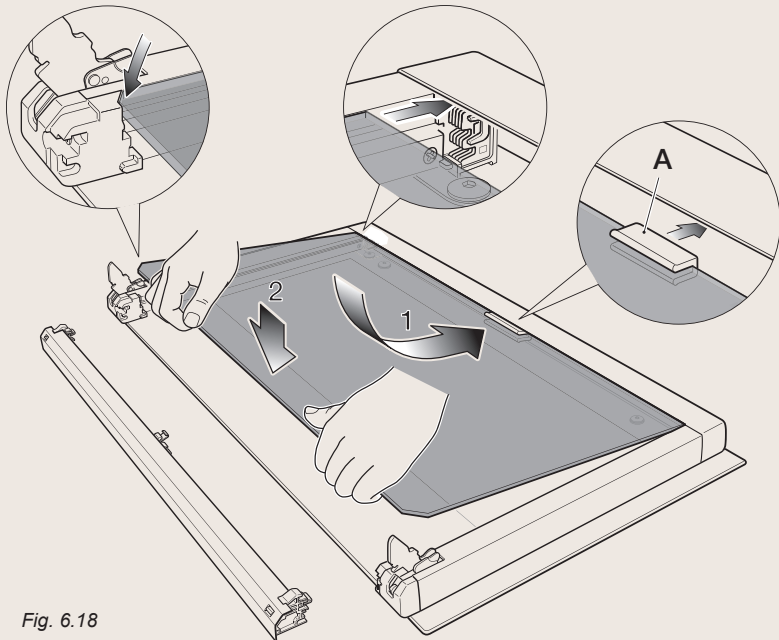

Fig. 6.18
- * Vous vérifiez que le joint "A" est bien en place (fig. 6.18). Sinon, placer correctement le joint dans le bord supérieur de la vitre intérieure (en position centrale).
1. Insérer la vitre intérieure dans le niveau supérieur de rainures et appuyer légèrement (flèche 1 in figure 6.18).
2. Abaisser doucement la verre en place (flèche 2 in figure 6.18).